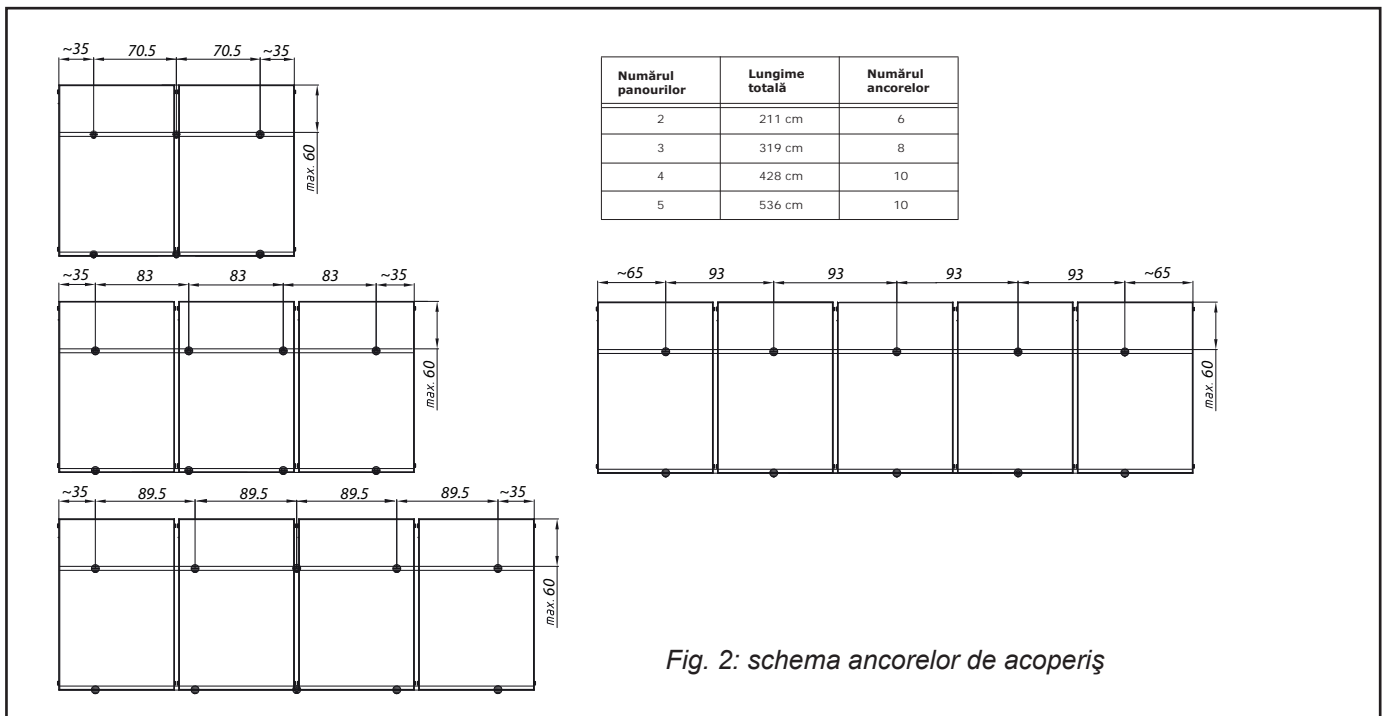
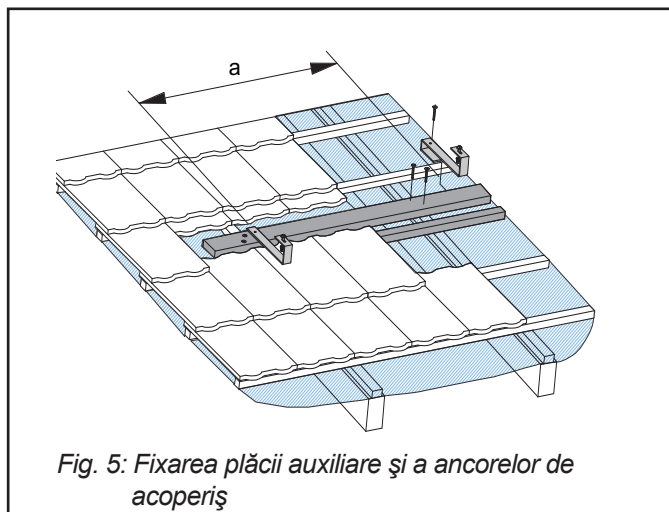

Fig. 2: schema ancorelor de acoperiș
Fig. 5: Fixarea plăcii auxiliare și a ancorelor de acoperiș
- Fixați plăcile auxiliare de șipci astfel încât distribuția ancorelor să respecte Fig.2. În același timp înșurubați plăcile în așa fel încât ancora să nu împiedice poziționarea corectă a țiglei. (vezi fig. 8)
- Fixați ancorele de acoperiș pe placa auxiliară respectând distribuția lor din fig. 2.
- Îndepărtați acoperișul în locul unde ancorele vor fi fixate (Fig.5). Distanța dintre ancore e specificată în Fig. 2.
- În funcție de numărul de panouri, măsurați și calculați poziția de fixare a ancorelor de acoperiș (Fig.2) Se vor alege locuri unde ancorele să se poată fixa bine în căpriori.